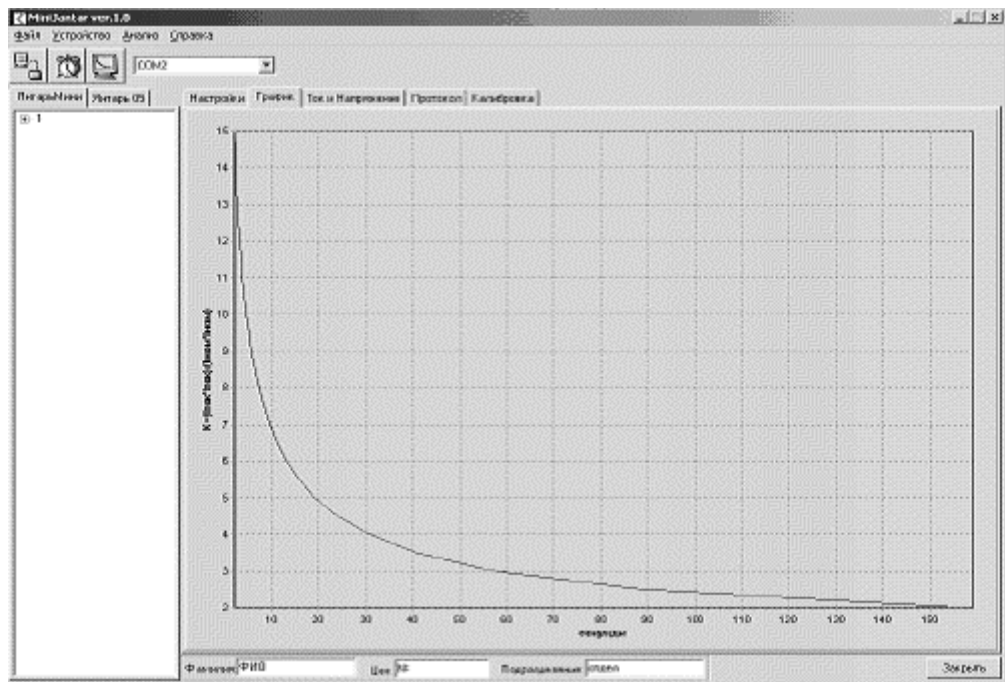

Рисунок 2 – График токовременной зависимости
- 2.2.23 Для построения графика токовременной зависимости отключения электроустановки при выборе вида защиты «Перегрев» необходимо после ввода параметров данного вида защиты выбрать закладку «График» в окне сервисной программы и нажать кнопку «Построение графика» на панели инструментов программы (рис. 2).